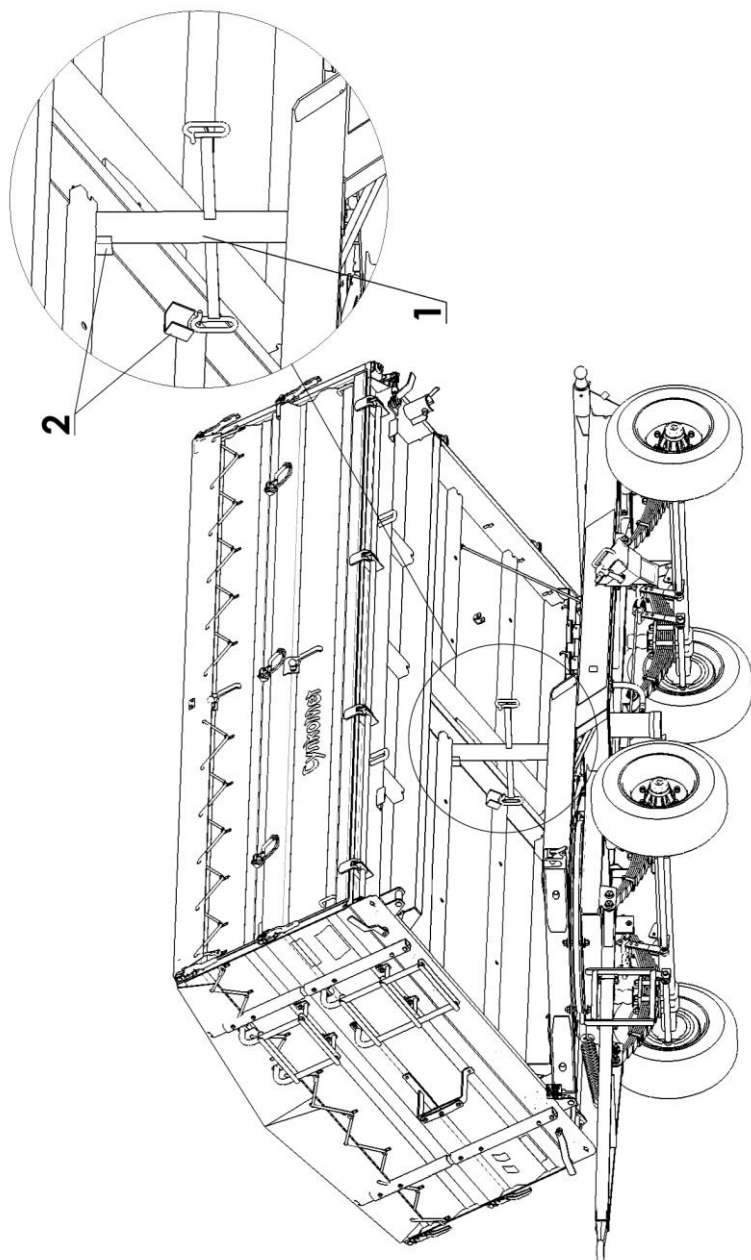

Abb. 16 Abstützen des Ladekastens
- Bei Bedarf von Wartungs- und Reparaturarbeiten mit angehobener Ladefläche (z.B. Austausch des Teleskopzylindermotors) ist die Ladefläche unter allen Umständen mit der Servicestütze 1 abzusichern (Abb. 16).
Falls für die Durchführung von Wartungsarbeiten das Anheben der Ladefläche notwendig ist, ist diese zur Seite zu kippen und vor dem Absenken mit einer Stütze abzusichern (Abb. 16 Punkt 1).
Im Rahmen der Ladefläche befinden sich Stützensockel (Abb. 16 Punkt 2). Der Ladekasten muss mithilfe des Hydraulikzylinders angehoben, anschließend, unter besonderer Beachtung der Sicherheit, die Stütze des Ladekastens angehoben und der Ladekasten langsam abgesenkt und die Stütze in die Aufnahme eingeführt werden.